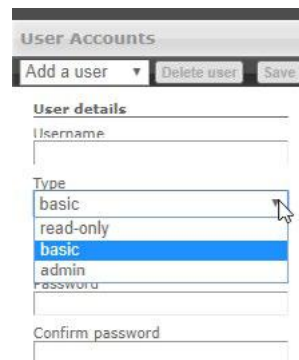

Figura 06: Tipo de usuario
3. Elija el **Tipo** de usuario deseado del menú desplegable (Figura 06).